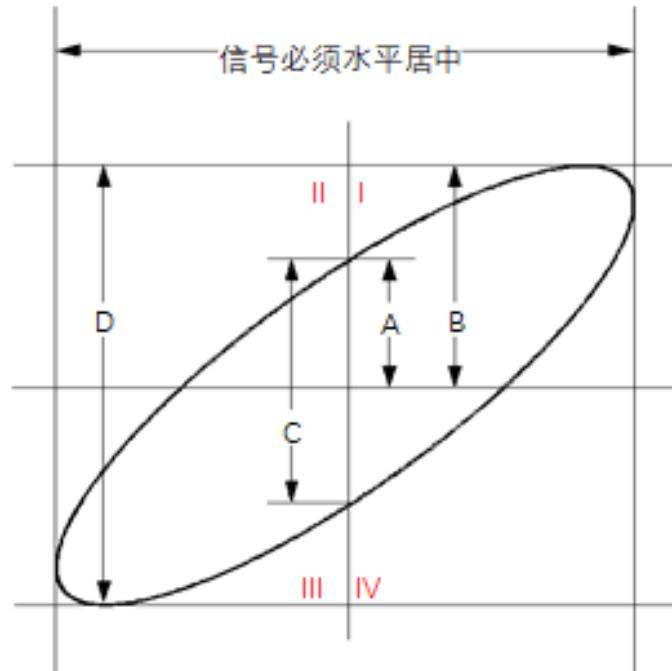

图 7.1 相位差的测量原理图
4. 观察上图的测量结果，并根据相位差测量原理图（图 7.1）可得 $A/B(C/D)=1$ ，即两个通道输入信号的相差角为 $\theta = \pm \arcsin 1 = 90^\circ$ 。